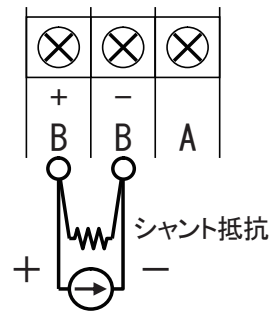

図 4.5 入力の配線(测温抵抗体入力, mA 入力の場合)
- 2) 図 4.3(17 頁), 図 4.4, 図 4.5(18 頁)の配線例に従い入力を配線します。